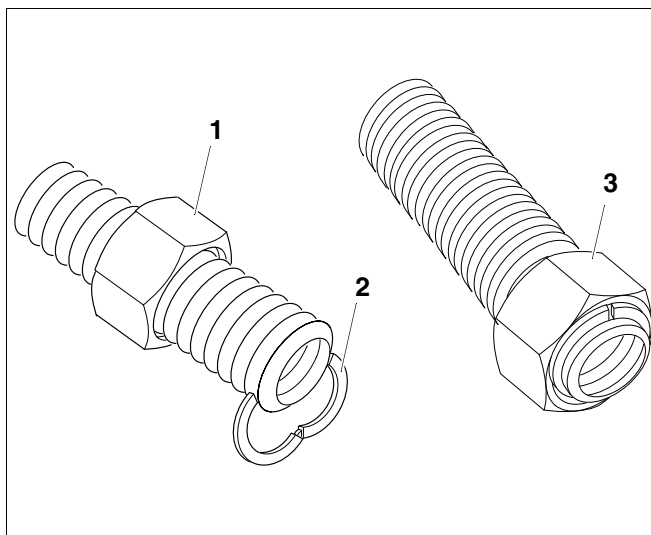

Fig. 2 Montage de la rondelle de serrage
- Glisser l'écrou-raccord (fig. 2, pos. 1) sur le flexible inox.
Poser la rondelle de serrage (fig. 2, pos. 2) avec la partie à angle vif côté surface d'étanchéité.
- Poser la rondelle de serrage (fig. 2, pos. 2) dans le premier creux de l'ondulation et serrer fortement (si nécessaire à l'aide d'une pince).
- Puis glisser l'écrou-raccord (fig. 2, pos. 3) sur la rondelle de serrage.